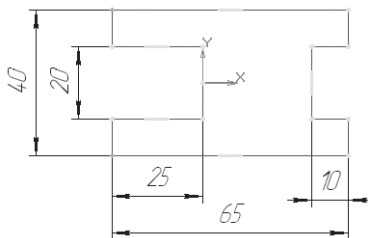

Рис. 213
- постройте контур детали, изображенный на виде сверху, начало координат совпадает с осью симметрии детали. При необходимости используйте глобальную привязку **Выравнивание** (рис. 213);